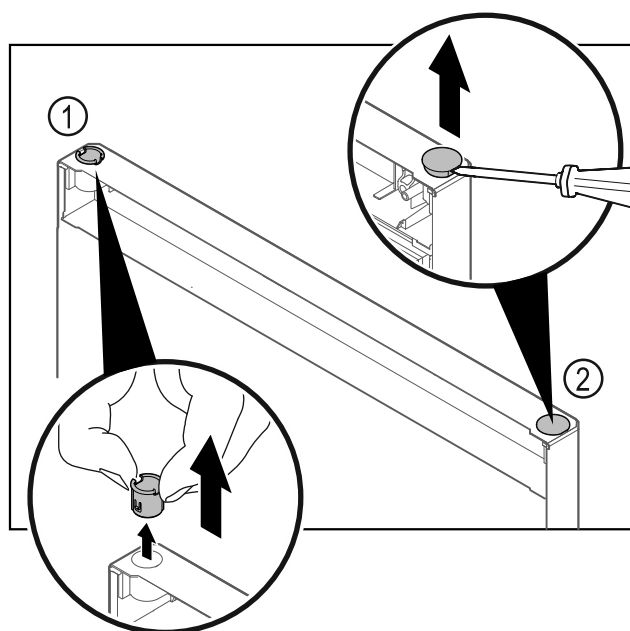

Fig. 30 Porte de la partie congélateur
- Retirer la bague Fig. 30 (1) avec les doigts.
- Soulever délicatement le bouchon Fig. 30 (2) avec un tournevis plat et le retirer.